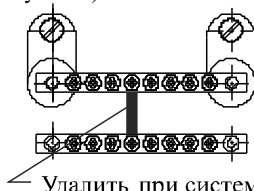

Рисунок 1 – Выбор системы заземления
4.2.4 ШУВ обеспечивает работу с трехфазными электродвигателями в трёхфазных сетях системы TN-C или TN-S (см. рисунок 1).